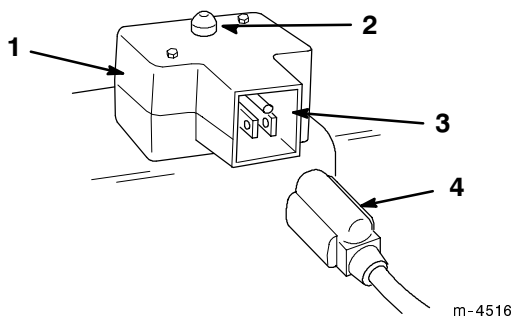

Figure 16
- **Démarreur électrique** (Modèle 38064 seulement : (Fig. 16)—Appuyez sur le bouton du démarreur pour mettre le moteur en marche.
- **Cordon d'alimentation** (Modèle 38064 seulement : Fig. 16)—Raccordez le démarreur électrique à une prise pour mettre le moteur en marche.
- A. Connectez le cordon d'alimentation à la déneigeuse (Fig. 16), et branchez-le dans une prise de courant standard.